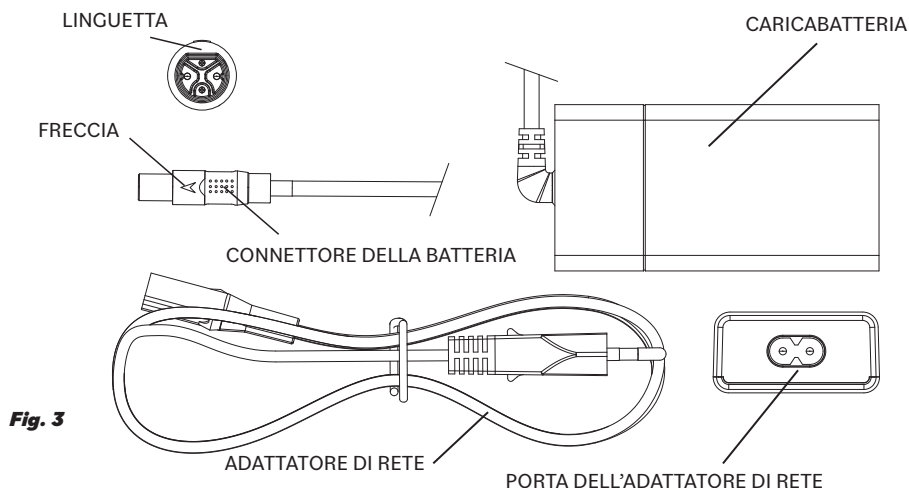

Fig. 3
Posizionare la batteria e il caricabatteria su una superficie dritta e non infiammabile, in un'area in cui siano al riparo da urti o danni. Collegare l'adattatore di rete alla porta sul caricabatteria (fig.3); utilizzare un adattatore di rete idoneo per il Paese in cui ci si trova.
Il cavo del connettore della batteria ha una linguetta (fig.3) che deve essere allineata all'incavo corrispondente alla base della porta del connettore sulla batteria. Avvitare delicatamente il connettore fino ad allineare la linguetta; quindi inserire con decisione e delicatezza il connettore nella batteria.
1. Inserire l'adattatore di rete nel caricabatteria (fig. 3)
2. Inserire l'adattatore di rete nella presa a parete (fig. 3)
4. Prima di conservarlo, rimuovere l'adattatore di rete dal caricabatteria (fig.3).